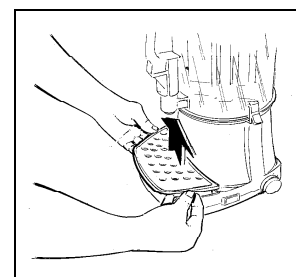

Fig. 13
- Per togliere la vaschetta raccogli gocce sollevarla e tirarla nel senso della freccia (fig. 13).